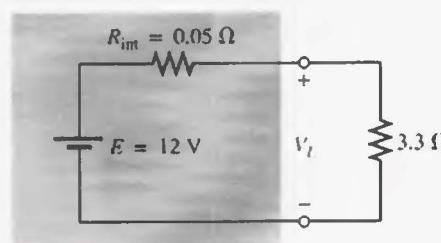

FIGURA 5.100
- Encuentre el voltaje V_L y la pérdida de potencia en la resistencia interna para la configuración de la figura 5.100.
- Calcule la regulación de voltaje para la fuente de la figura 5.100.